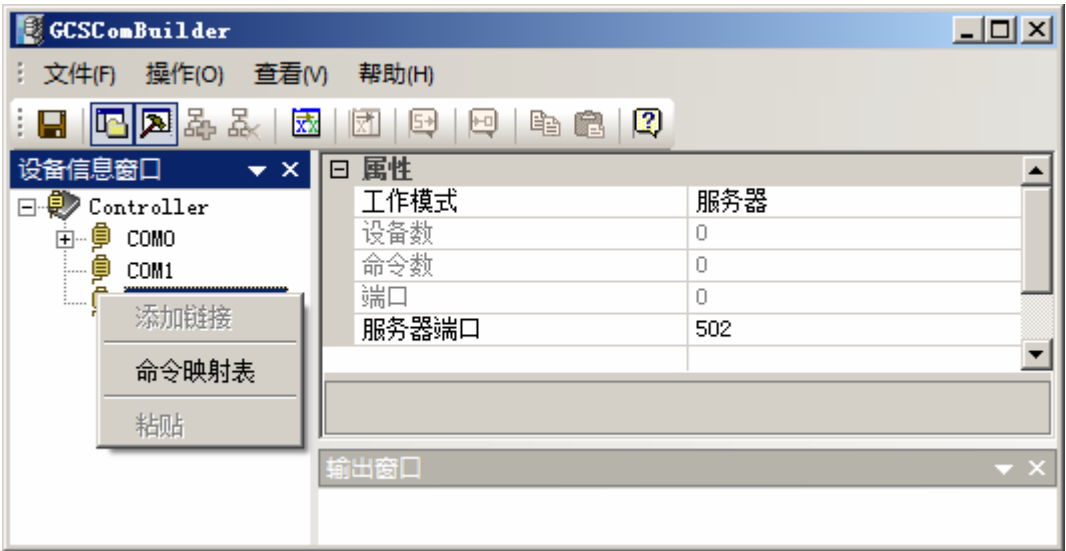

图 4-22 MODBUS TCP 服务器通信组态之命令映射表
- 2. MODBUS TCP命令序号与映射配置，首先打开命令映射表，如图 4-22 所示。